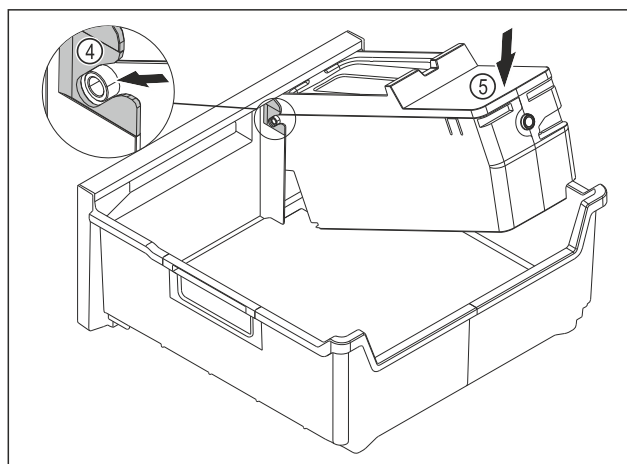

Fig. 192
- Смонтируйте корпус EasyTwist-Ice: Вставьте оси корпуса EasyTwist-Ice в направляющие Fig. 192 (4).
- Вдавите корпус EasyTwist-Ice Fig. 192 (5) вниз.